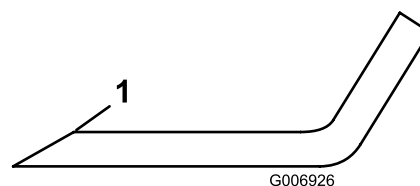

Bild 76
4. Untersuchen Sie die Schnittkanten aller Messer. Wenn sie stumpf sind oder Kerben aufweisen, schärfen Sie nur die Oberseite der Schnittkanten und behalten dabei den ursprünglichen Schnittwinkel bei, um die Schärfe des Messers zu gewährleisten (Bild 76).